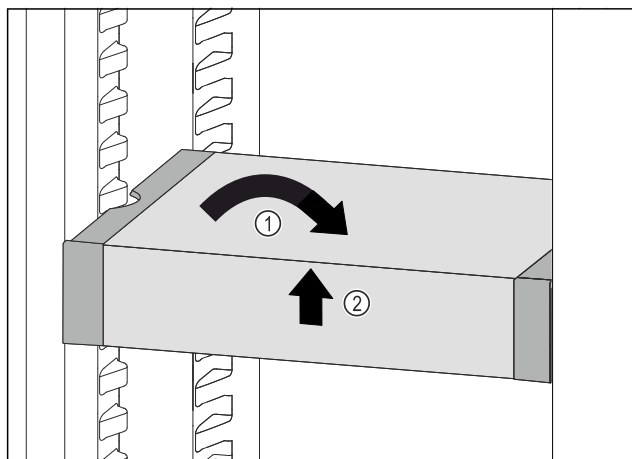

Fig. 206
- VarioSafe postavte rovně. Fig. 206 (1)
- VarioSafe vpředu zvedněte. Fig. 206 (2)